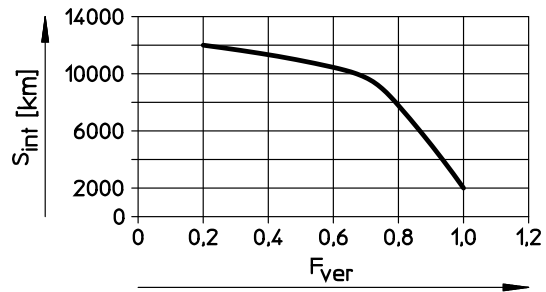

Fig. 11 Интервал смазывания
Сократите интервал смазки S_{int} → Fig.11 наполовину, если существует одно из указанных условий:
2. Интервалы смазывания S_{int} приводятся в → Fig.11 .